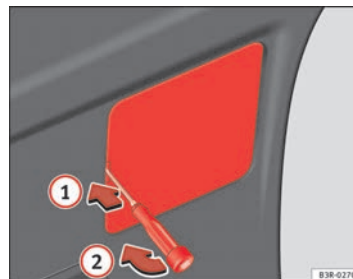

Fig. 233 Retirar la cubierta del revestimiento del portón trasero
- Introduzca el destornillador en la ranura de la cubierta ⇒ **página 299, fig. 233** **1** y extraiga la misma haciendo palanca **2**.